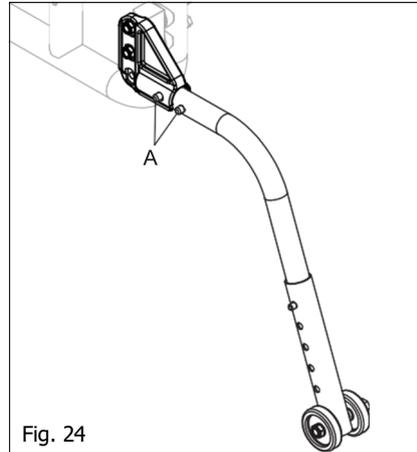

Fig. 24
Comment installer les anti-pointes standard (Fig. 24)
1. Appuyez sur la goupille de déverrouillage de l'anti-basculé arrière (Fig. 24:A) sur le tube d'anti-basculé de façon à ce que les deux goupilles de déverrouillage soient tirées vers l'intérieur.